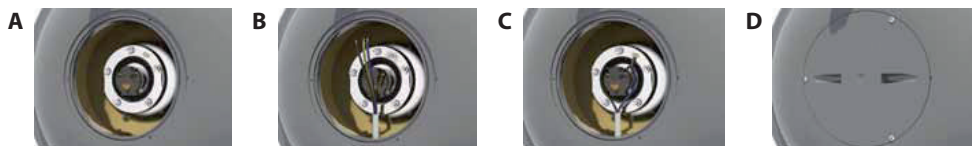

Figura 2.21
- 2 Per collegare la resistenza all'alimentazione principale è necessario un cavo di sezione opportunamente scelta (Figura 2.21 B).
- 3 Passare l'estremità del cavo attraverso la flangia avvicinandola ai componenti elettrici (Figura 2.21 C).
Il termostato deve essere ben fissato alla resistenza (Figura 2.21 A)
- 6 Chiudere la flangia (Figura 2.21 D).